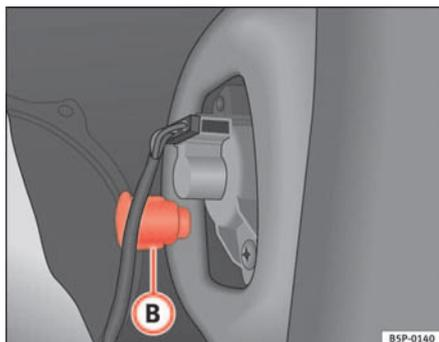

Fig. 182 Feu de position/feu de stop
- Dévissez la pièce en plastique ⇒ fig. 182 (B) qui fixe le feu. Pour commencer à la dévisser, il peut être nécessaire d'insérer un tournevis dans cette pièce.